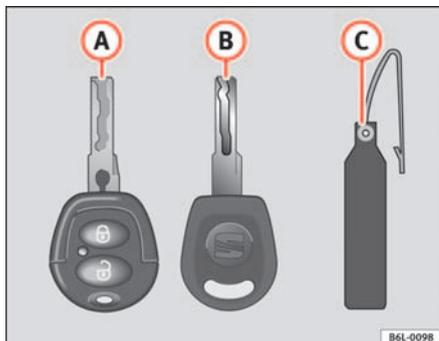

Abb. 46 Schlüsselsatz
- einen Funkschlüssel ⇒ Abb. 46 (A) mit ausklappbarem Schlüsselbart*,
- einen Schlüssel ohne Funkbedienung (B)
- einen Kunststoffanhänger (C) mit der Schlüsselnummer.
Nur anhand der Schlüsselnummer auf dem Kunststoffanhänger ⇒ Abb. 46 (B) können Schlüssel nachgemacht werden. Deshalb: